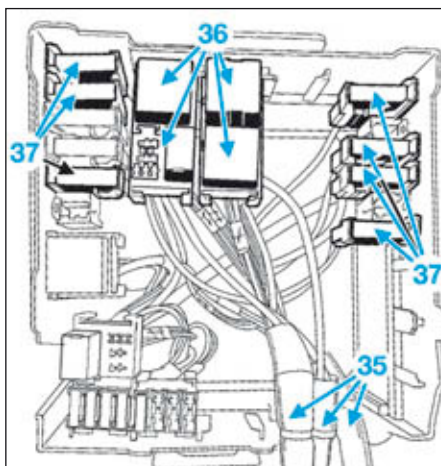

FIG.17
- Dégrafer (Fig.17) :
- les câblages de la boîte à fusibles en (35).
- les supports de relais (36).
- les porte-fusibles (37).